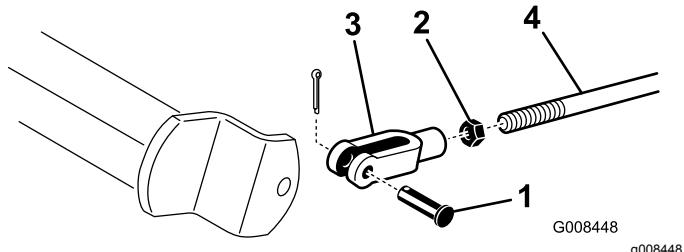

図47
2. ブレーキが片効きであれば、コッターピンとクレビスピンを外して、ブレーキロッドを外す図47。
3. ジャムナットをゆるめ、クレビスを調整する図47。
4. クレビスをシャフトに取り付ける図47。